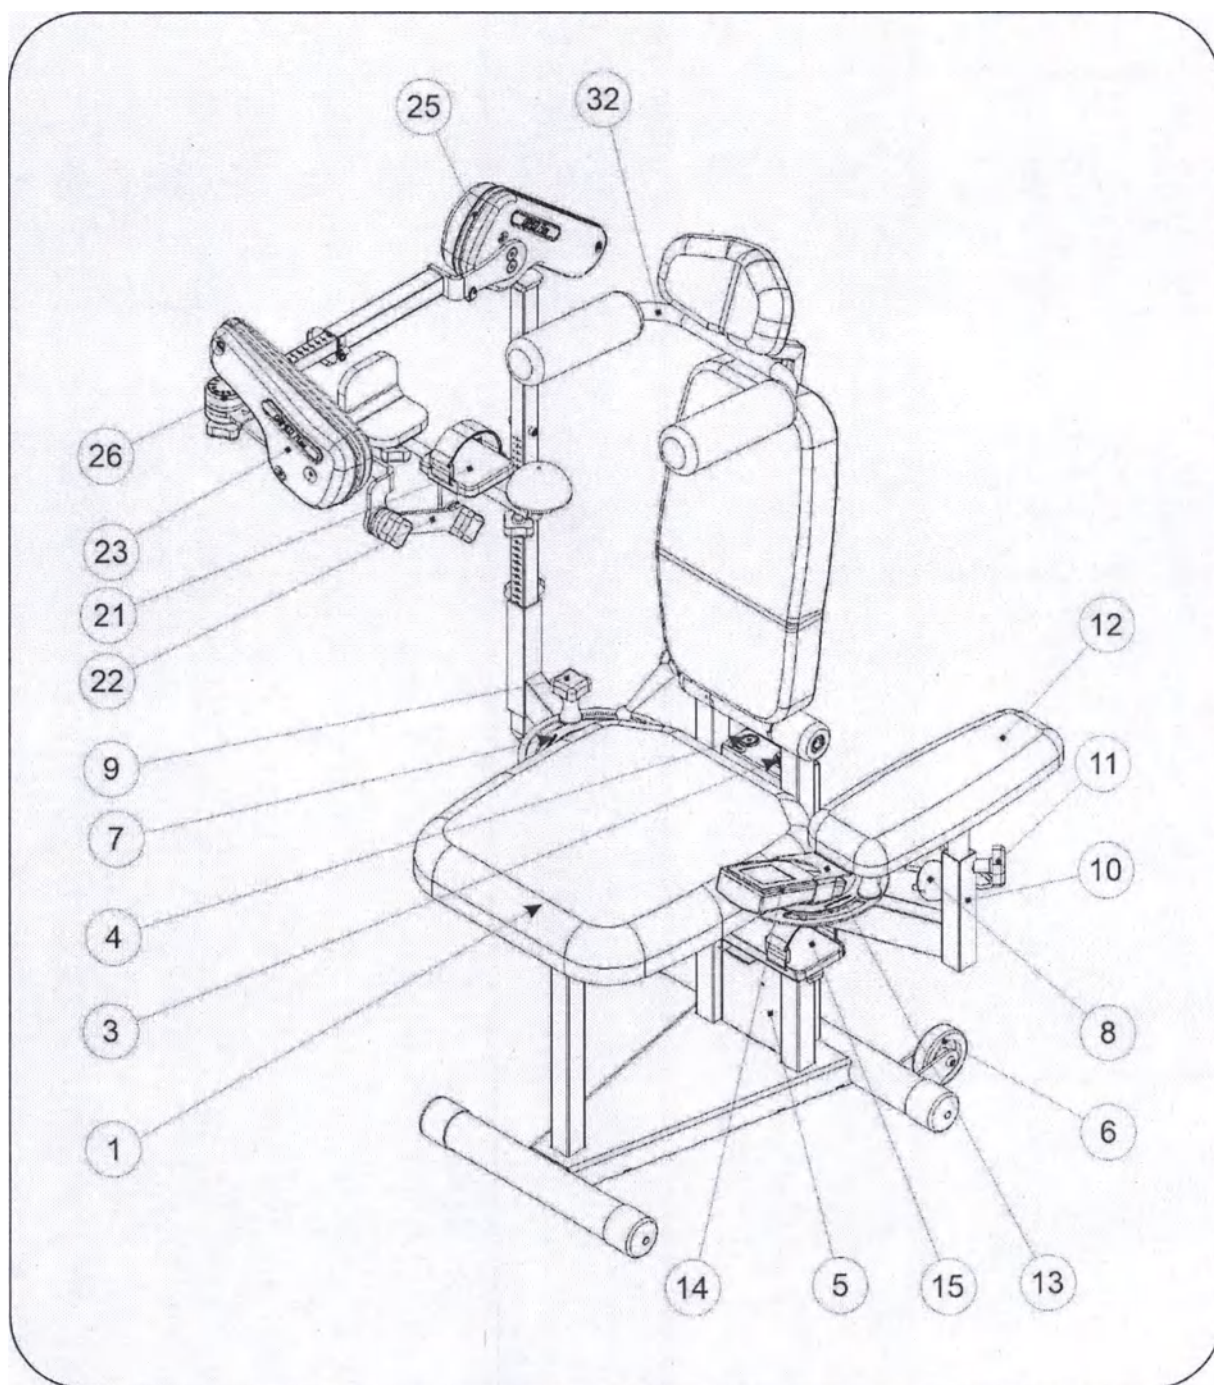

Рисунок 2.1 – Основные функциональные элементы Аппарата
6.2.1 Подключите вилку сетевого кабеля (8) в розетку переменного тока 220В 50Гц с заземляющим контактом (см. рис.2.1).